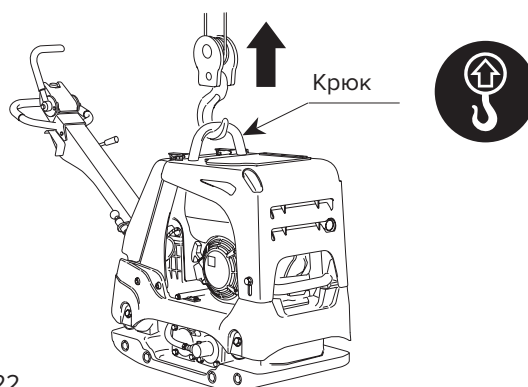

Рис. 22
3. Зацепите крюк подъемного крана за предназначенную для подъема точку на защитной раме (рис. 22). Запрещается осуществлять подъем оборудования за рукоятку.